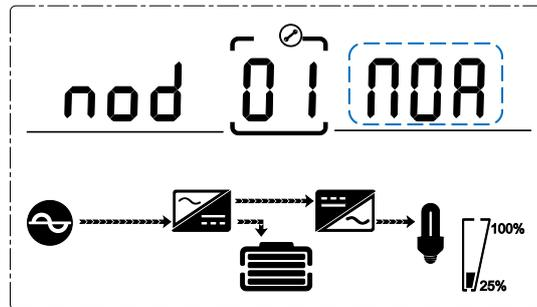

Fig. 4-12 Ajuste de modo
Una vez en el menú de ajustes, aparece el modo predeterminado (01) y el cuadro de número de menú de ajuste parpadea. (Fig. 4-12).